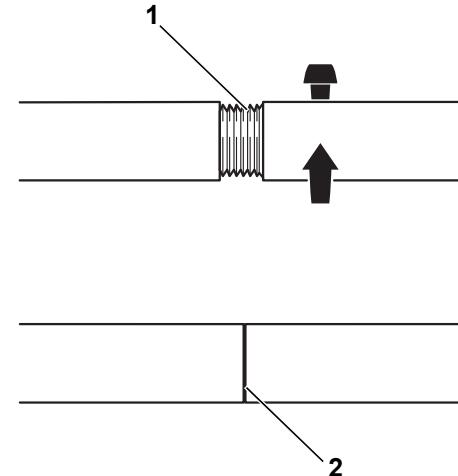

Fig. 20 Strettoi di montaggio 2.3
- ▶ Prima di ogni utilizzo controllare i tiranti e, se necessario, serrarli ulteriormente. Il tirante è posizionato correttamente quando è avvitato interamente e non si vede più la filettatura (fig. 20, [2]).
- ▶ Tenete pulite le filettature (fig. 20, [1]). Filettature sporche possono provocare danni agli strettoi durante l'operazione di serraggio.